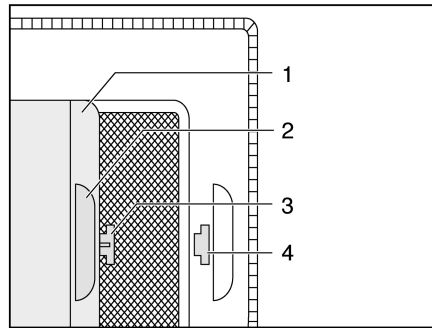

Bild 62 Verdunklungsrollo
- Verdunklungsrollo (Bild 62,1) am Griff (Bild 62,2) ziehen und Haken (Bild 62,3) in die Öffnung (Bild 62,4) einhängen.
- Haken (Bild 62,3) aus der Öffnung (Bild 62,4) ziehen und Verdunklungsrollo zurückführen.